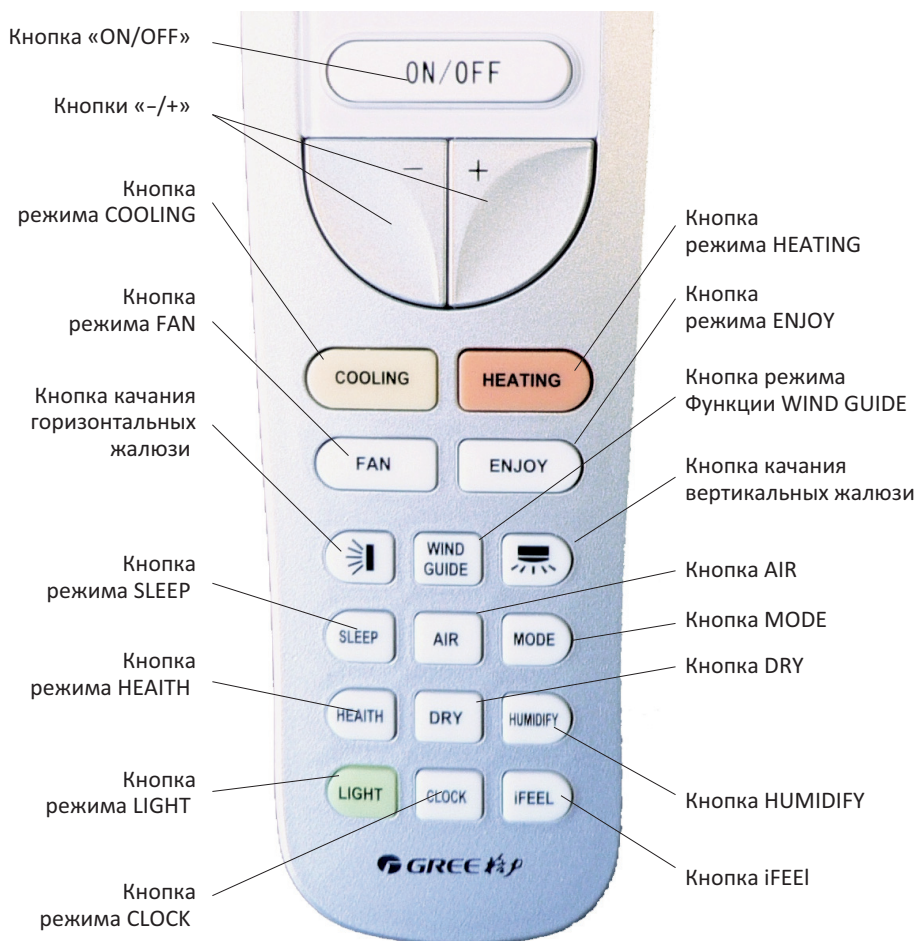
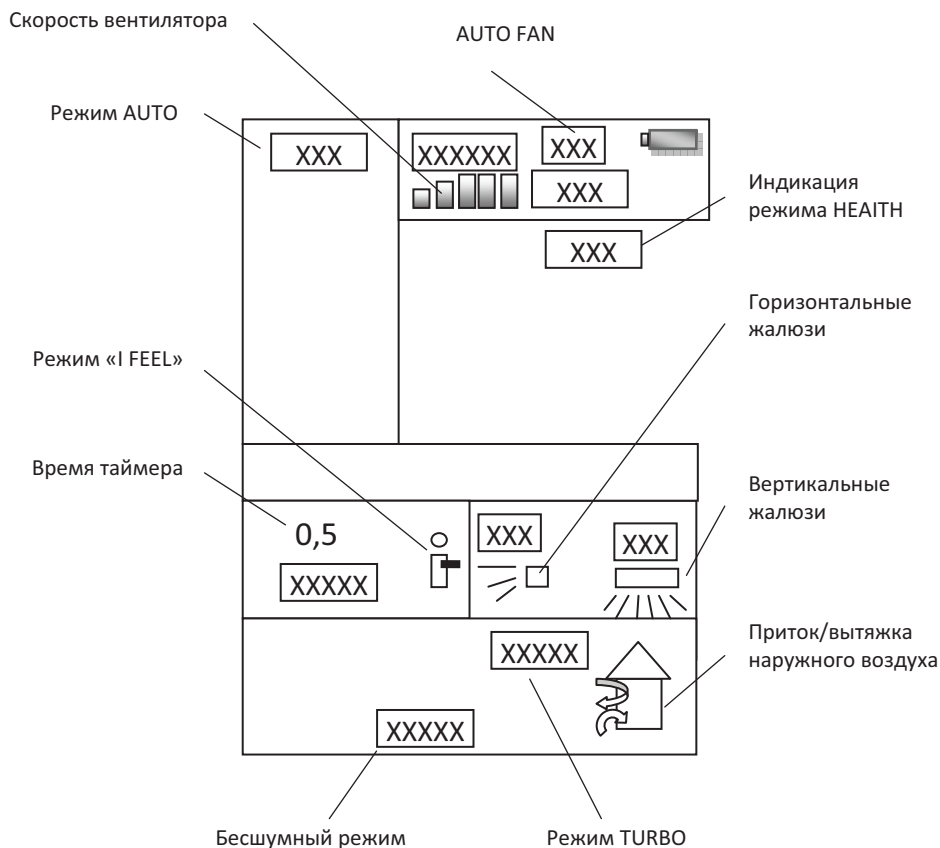

Рис. 5.3
Рис. 5.4
5.6.2 Кнопочная панель пульта управления (рис. 5.3).
- Кнопкой MODE (рис. 5.3) выберите автоматический режим работы. На ЖК-дисплее высветится символ в зоне индикации согласно рис. 5.4.
- Кнопками «+/-» (рис. 5.3) установите необходимую температуру в диапазоне от 16~30 °С. Точность поддержания заданной температуры $\pm 0,5$ °С. Каждое нажатие кнопок «+/-» увеличивает/ уменьшает значение температуры на 0,5 °С.
- Кнопками «+/-» (рис. 5.3) установите необходимую температуру.